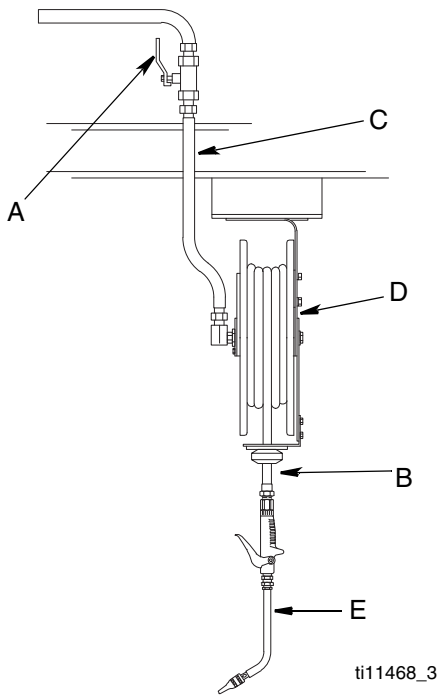

FIG. 1
2. Cierre la válvula de corte del fluido (A, FIG. 1).
FIG. 1 muestra una instalación típica. La instalación es sólo una guía. Los componentes indicados son típicos; sin embargo, no se trata de un diseño del sistema completo. Comuníquese con el distribuidor Graco para obtener ayuda para diseñar un sistema adecuado a sus necesidades particulares.